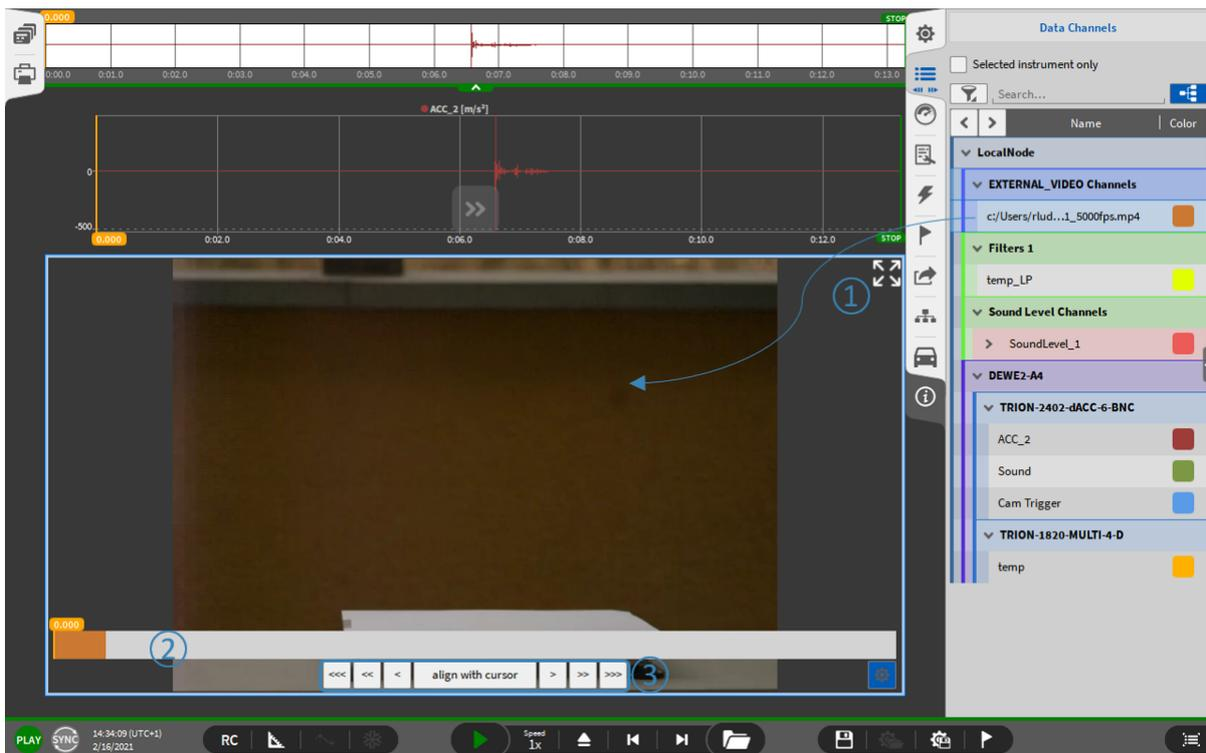

Abb. 7.170: Manuelle Verzögerungskompensation zwischen Video- und Sensordaten
1. Gehen Sie zum Messbildschirm und ziehen Sie den externen Videokanal auf den Messbildschirm ab (siehe ① in *Abb. 7.170*). Dadurch wird ein Videoinstrument mit dem entsprechenden Video erstellt.
- Die Zeitleiste zeigt die tatsächliche Position des Videos in der OXYGEN-Datendatei (siehe ② in *Abb. 7.170*)
2. Die Tasten (siehe ③ in *Abb. 7.170*) können verwendet werden, um die Position des Videos in der Datendatei zu ändern